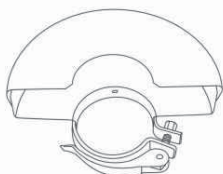

Fig. 3, carter de protection pour la coupe [12]
- > Utilisez le carter de protection pour la coupe [12] fermé pour les applications de tronçonnage (Fig. 3).